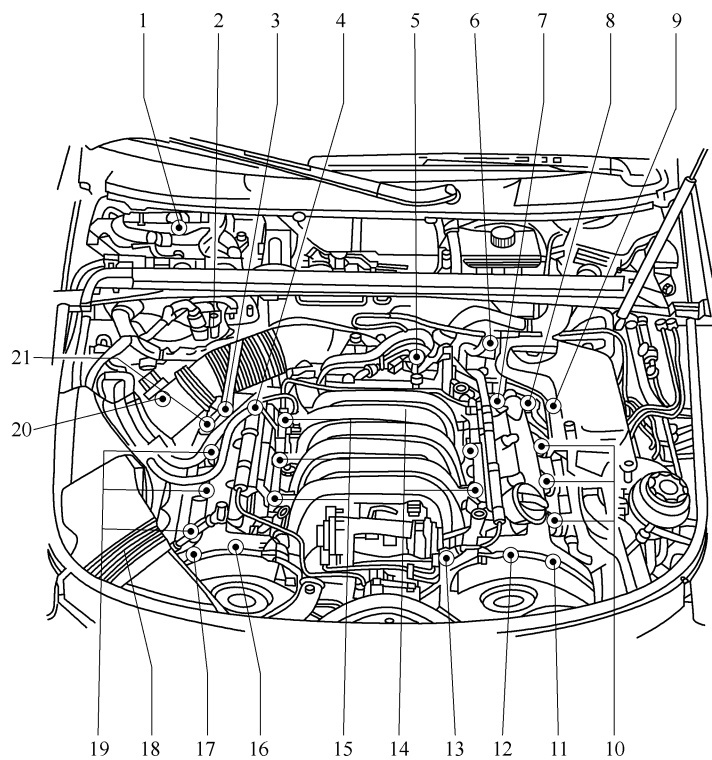

图 1-2-26 3.0L 发动机电控元件位置图
3.0L 发动机电控元件位置图如图 1-2-26 所示, 部件 A~F 在图中未画出。